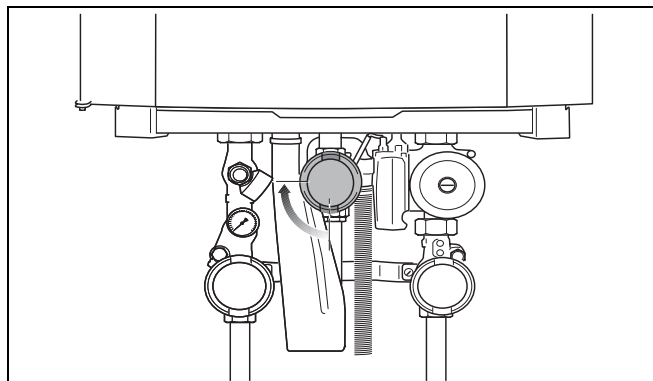

Fig. 16 Deschideți robinetul de gaz
- Deschideți încet robinetul de gaz. Pentru aceasta apăsați robinetul de gaz și rotiți $\frac{1}{4}$ la stânga (Fig. 16). În poziția "Deschis" robinetul de gaz se află în poziția verticală.